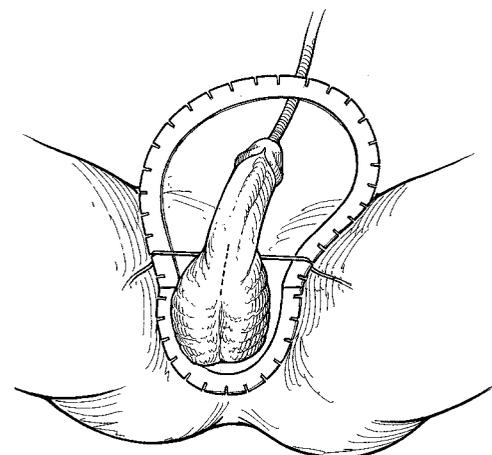

Figura 4-2. Peno-escrotal: identificar o local da incisão
- Durante a utilização do retrator SKW, coloque o retrator de anel no paciente com o anel grande direcionado para a cabeça do paciente (cefálico) e o anel menor direcionado para os pés do paciente (caudal). (**figura 4-2**).
- Mantendo a incisão no pênis aberta, coloque ganchos nas posições da 1, 5, 7, 11, 3 e 9 horas (**figura 4-2**).